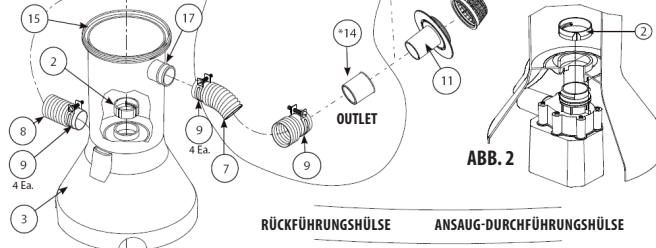

ABB. 2
2. Nehmen Sie aus der Filterbaugruppe zunächst den oberen Schraubring (5), den oberen Deckel der Filterung (4) und die Filtereinlage (10) heraus. Schmieren Sie den O-Ring (20) am Deckel der Spirale der Pumpe mittels Vaseline ein. Halten Sie aufmerksam das Gehäuse der Filterung (3) und setzen Sie den Körper der Pumpe (1) so ein, dass die Ausgangsoffnung aus dem Deckel der Spirale an die seitliche Öffnung der Basis reicht. Schieben Sie die Pumpe ein, wobei sie sich so am Boden stützen muss, dass die beiden Zapfen am Deckel der Spirale in die beiden Nuten am unteren Teil des Filtergehäuses (3) einrasten. Greifen Sie in Gehäuse der Filterung und setzen Sie die Mutter der Pumpe (2) auf die Ausgangsoffnung des Deckels der Spirale auf. Drehen Sie die Mutter (2) im Uhrzeigersinn und ziehen Sie sie fest. Siehe **Abb. 2**.